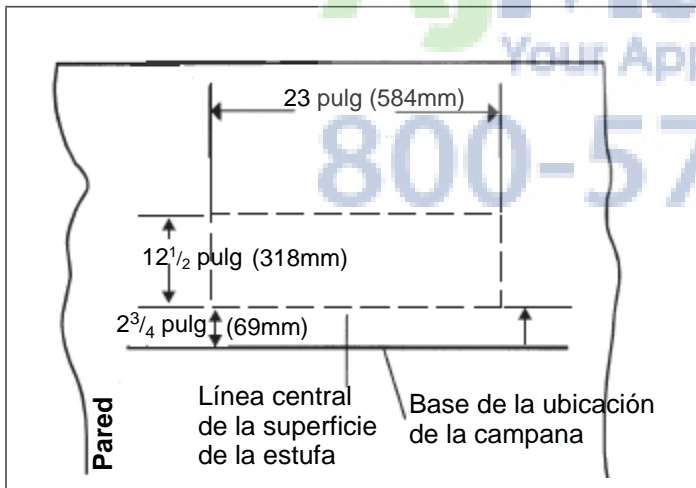

Figura 9: Dimensiones de la abertura
Los trazos indican la abertura necesaria para el racor (Figura 9).
Orientación de la salida: Para una salida horizontal, se debe hacer una abertura semejante a la ilustrada en la Figura 9 en la pared para dejar espacio al racor. La altura de montaje de la campana determina la ubicación de la abertura. El racor proporcionado con la campana se une a un conductor circular de 10 pulg. (254 mm).
3. Para una salida horizontal, use la Figura 9 de la página 8 para saber la forma necesaria de la abertura para que pase el racor.